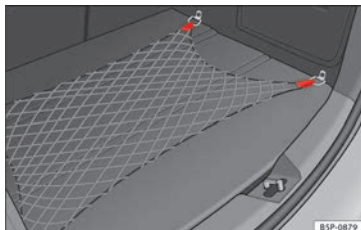

Fig. 111 Rede porta-objetos do porta-bagagens.
- Utilizar as anilhas de fixação existentes nas laterais do porta-bagagens, para fixar a rede porta-objetos » **Fig. 111**.